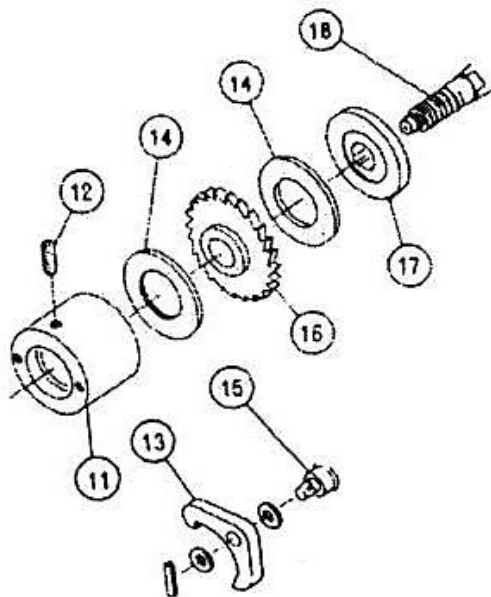

Рисунок 9.
- При толщине тормозных дисков (№ 14) от 3,5 мм до 2,6 мм их нужно заменять. (см. рисунок 9).